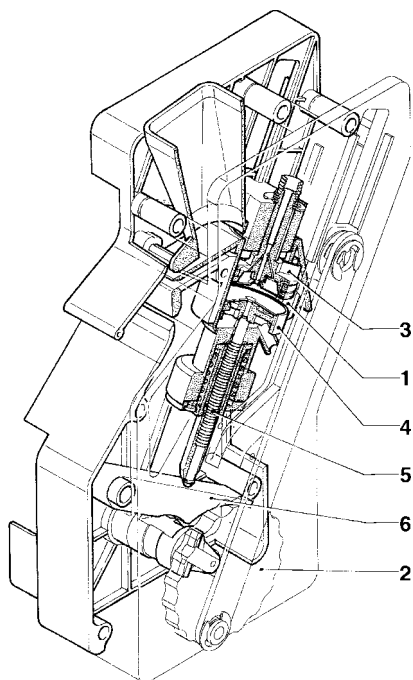

Fig. 13
A manivela do motoredutor engatada no disco externo (2) ao conjunto roda de 180° causando a oscilação da câmara de infusão e a descida do pistão superior (3) (ver a Fig. 13). Por efeito da pressão da água a mola de pré-infusão (5) cede e o pistão inferior (4) desce de 4 mm, consentindo a formação dum estrato de água que permite o aproveitamento uniforme da pastilha de café.